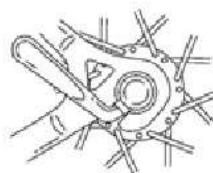

Рис.8
- (4) Наденьте цепь на крайнюю правую (наименьшую) заднюю шестерню. Затем вставьте колесо движением «вверх и назад» между перьями задней вилки, чтобы ось колеса до упора вошла в пазы наконечников рамы.
- (5) Придерживая рычаг эксцентрика в положении «Open» (Открыто) одной рукой, другой рукой затяните регулировочную гайку до необходимого значения. (рис.5-6). Крепко прижимая колесо к пазам наконечников рамы, переведите рычаг эксцентрика в положение «Close» (Закрыто) (рис.6). Рычаг эксцентрика должен находиться параллельно верхнему или нижнему перу задней вилки (рис.8). Чтобы обеспечить необходимую силу зажатия эксцентрика, обхватите пальцами перу рамы и сильно нажмите ладонью на рычаг.